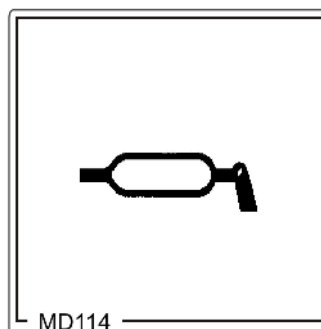

Fig. 107
7. Schließen Sie den Gehäusedeckel (Fig. 107/1).